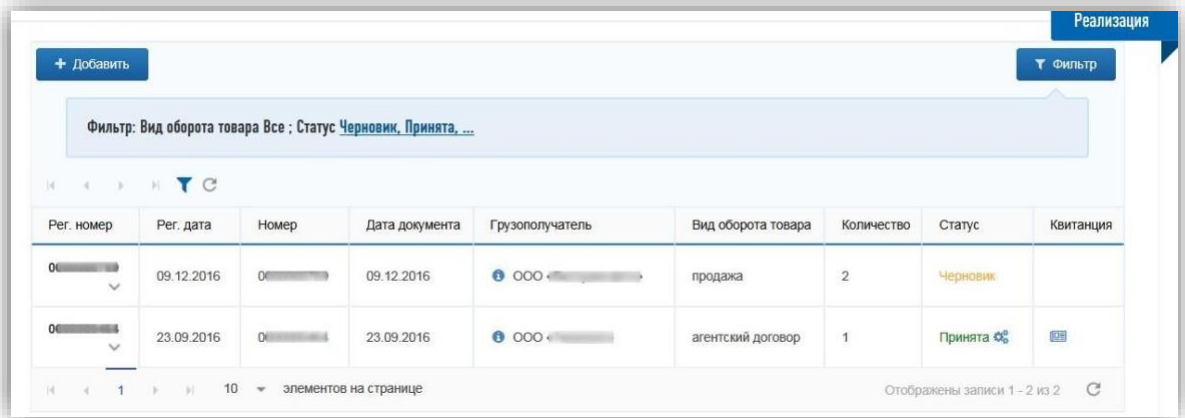

Рисунок 174 – Пример раздела
– На открывшемся окне для создания нового документа о реализации продукции, нажмите кнопку «+Добавить». (рис. 174).